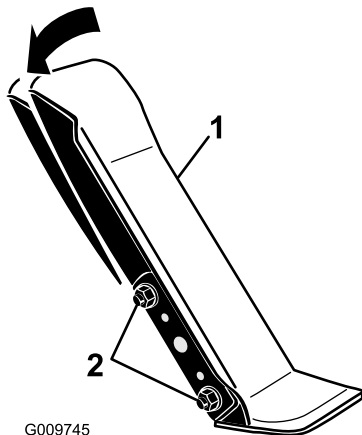

Figure 114
1. Desserrez les 2 écrous et boulons qui fixent le côté gauche de la pédale de déplacement au support (Figure 114).
2. Faites pivoter la pédale à l'angle voulu puis serrez les écrous (Figure 114).